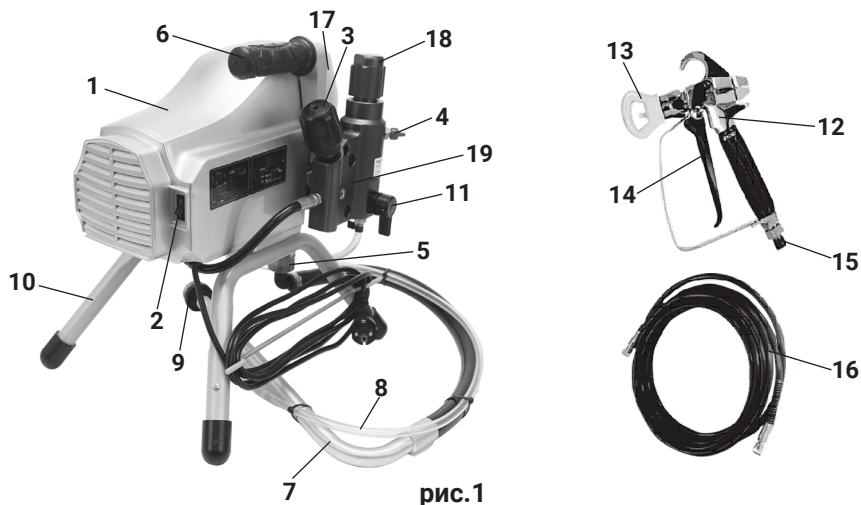

рис.1
6. Общий вид аппарата представлен на рис. 1
Основные механизмы аппарата: двигатель с редуктором, блок управления и поршневой насос (рис.1 поз.5) с дренажным клапаном (рис.1 поз.11) закреплены на трубчатой раме (рис.1 поз.10). Двигатель и редуктор закрыты корпусом (рис.1 поз.1). К насосу гибкими шлангами подсоединены: впускная трубка (рис.1 поз.7) с фильтром и стравливающая трубка (рис.1 поз.8). К выходному штуцеру (рис.1 поз.4) подсоединяется шланг высокого давления с распылителем. Сверху расположена рукоятка (рис.1 поз.6) для переноски аппарата.
Включение электродвигателя аппарата производится выключателем (рис.1 поз.2), имеющим два фиксированных положения: «I» - включено и «O» - выключено
чено. Расход окрасочного материала регулируется поворотом рукоятки регулятора (рис.1 поз.3): поворот по часовой стрелке – увеличение расхода, против часовой – уменьшение.
Дренажный клапан (рис.1 поз.11) имеет два фиксированных положения: горизонтальное положение рычага переключателя – «распыление», вертикальное положение – «дренаж» (промывка).
Принцип работы аппарата основан на работе поршневого насоса с системой клапанов. Рабочим органом насоса является поршень, который за счёт возвратно-поступательного движения и системы клапанов создаёт высокое давление на выходе и разряжение в цилиндре, что позволяет всасывать окрашиваемый материал. В зависимости от положения перепускного клапана, ЛКМ подаётся или в стравливающую трубку, после запуска аппарата (и перед отключением), или к выходному штуцеру (рис.1 поз.4) для подачи шлангом высокого давления к краскораспылителю.
Установить регулятор расхода на минимум; - перевести перепускной клапан в положение «дренаж»; - опустить всасывающую и стравливающую трубки в ёмкость с распыляемым составом (грунтовка, краска, защитное покрытие и т.п.); - включить двигатель – выключатель (рис.1 поз.2) в положение «I»; - после того, как из стравливающей трубки перестанут выходить пузырьки воздуха, перевести перепускной клапан в положение «распыление»; - установить регулятором (рис.1 поз.3) необходимый расход ЛКМ для окраски.
- установить аппарат на ровную твёрдую поверхность на месте работы; - подключить к выходному штуцеру (рис.1 поз.4) аппарата шланг (рис.1 поз.16) высокого давления (шланг необходимо полностью распрямить); - подключить к штуцеру (рис.1 поз.15) краскораспылителя (пистолета-распылителя) шланг высокого давления (рис.1 поз.16); - установить рядом с аппаратом ёмкость с распыляемым материалом, следя за тем, чтобы в неё, при работе не попадали пыль, строительный мусор и т.п.; - опустить в ёмкость, заполненную не более чем на $\frac{3}{4}$ объёма, впускную трубку (рис.1 поз.7) с фильтром (рис.1 поз.9) и стравливающую трубку (рис.1 поз.8).